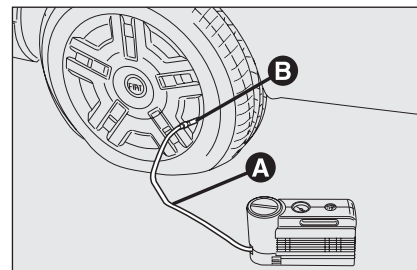

fig. 12
- ☐ Serrer le frein à main . Dévisser le capuchon de la valve du pneu, enlever le tuyau flexible de remplissage A-fig. 12 et visser la bague B sur la valve du pneu;